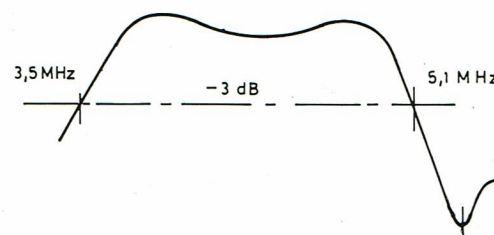

FIG. 8
- L 322 et L 323 pour obtenir la courbe fig. 8.